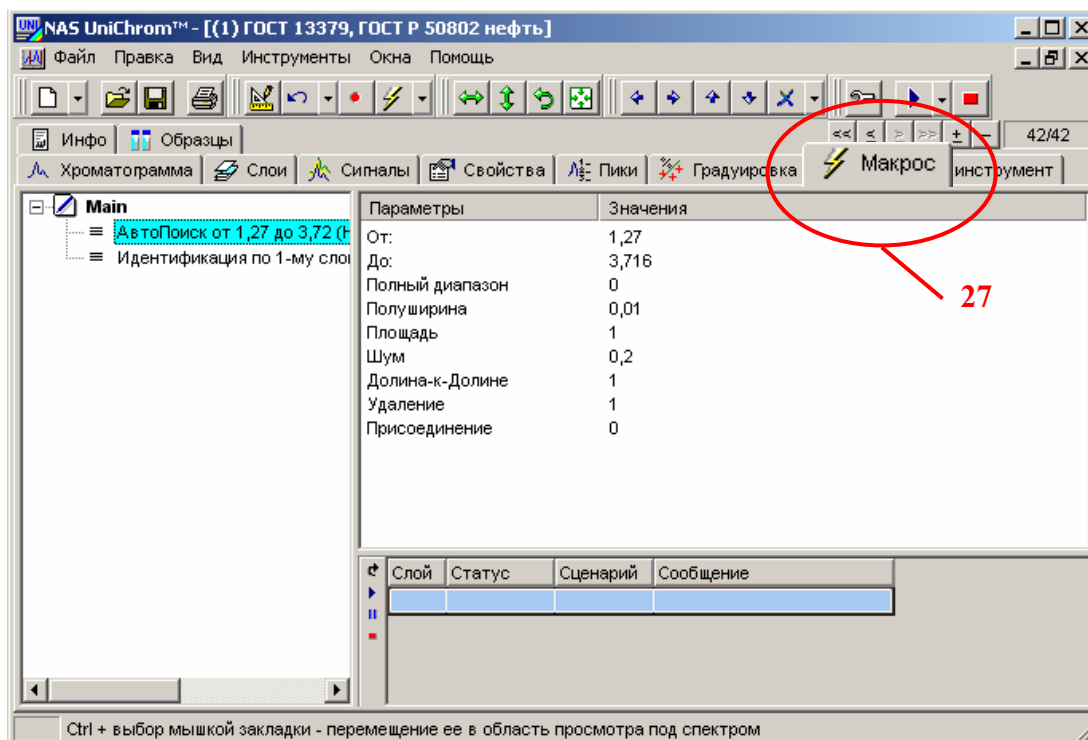

Рис. 49. Страница «Макрос».
30. Перейдите на страницу «Макрос» (см. Рис. 49)